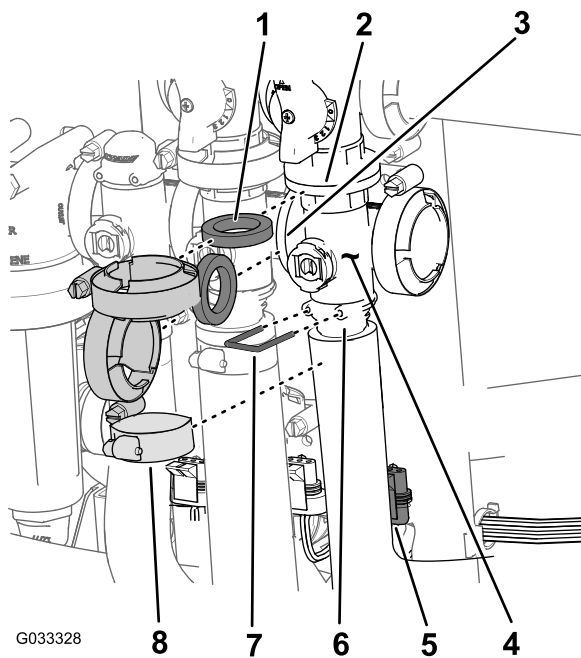

Bild 71
1. Entfernen Sie die Klemmen und Dichtungen, mit denen der Verteiler für das Hauptabschnittventil (Bild 71) am Sicherheitsventil des Hauptabschnitts, am Rührwerkventil und am Ventils des Hauptabschnittverteilers (am Ende des Schlauchs für das Durchflussmessgerät) befestigt ist.
2. Entfernen Sie den Halter, mit dem das Auslaufanschlussstück am Verteiler für das Hauptabschnittventil befestigt ist (Bild 71).